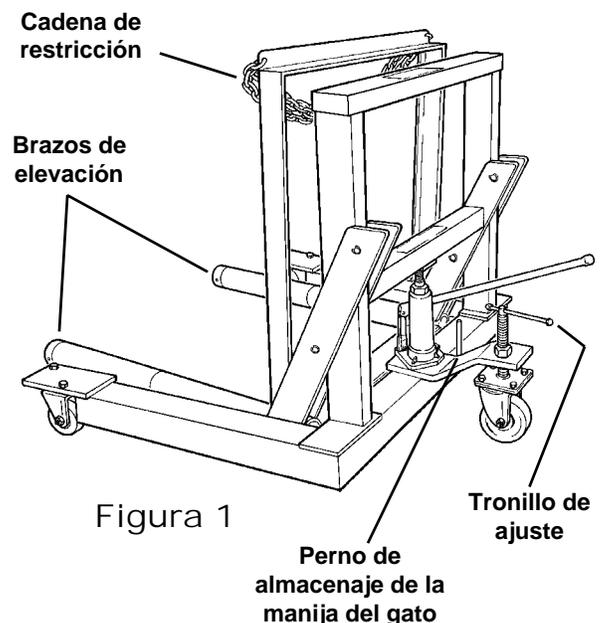

Figura 1
1. Instale la manija del gato en su receptáculo. (Cuando el gato no está en uso, almacene la manija en el perno de almacenaje mostrado en la figura 1.)